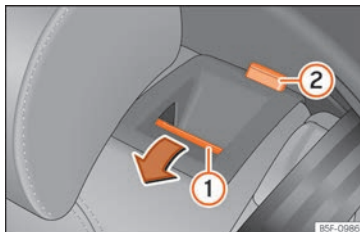

Abb. 112 Rücksitz: Rückenlehne vorklappen.
- Ziehen Sie die Entriegelungstaste »» Abb. 112 (1) nach vorn und klappen Sie gleichzeitig die Lehne vor. Die Rücksitzlehne ist entriegelt, wenn die rote Markierung des Tasters (2) sichtbar ist.